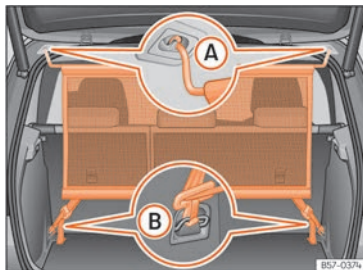

Fig. 127 Rede de separação montada.
- Engate a rede de separação no alojamento esquerdo do teto »» Fig. 127 **A**. Assegure-se de puxar a vareta transversal para baixo para além da posição superior.
- Engate a rede de separação no alojamento direito do teto, comprimindo a vareta transversal »» Fig. 127 **A**.
- Engate os dois ganchos da rede de separação nas argolas de fixação da bagageira »» Fig. 127 **B** e tensione bem os cintos de fixação.